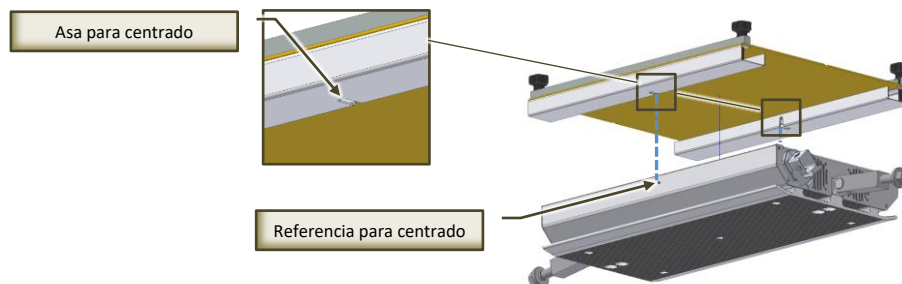

Fig. 7.4-1 - Posicionamiento placa de unión en placa inferior prensa
- Coloque la placa de unión en la placa inferior de la prensa (Fig. 7.4-1): las asas de la placa de unión deben insertarse perfectamente en las referencias de la placa inferior de la prensa.